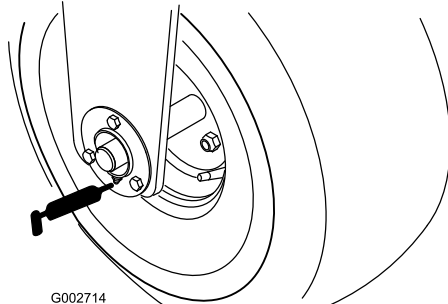

Figura 22
- cuscinetto ruota anteriore (1) (Figura 22)